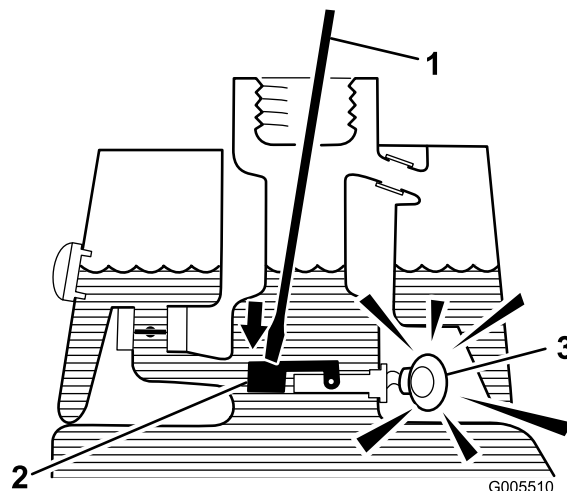

図 30
3. 汚れのない棒やドライバを差し込んで、フロートを軽く押さえてやる(図 30)。1 秒後にアラームが鳴れば正常である。